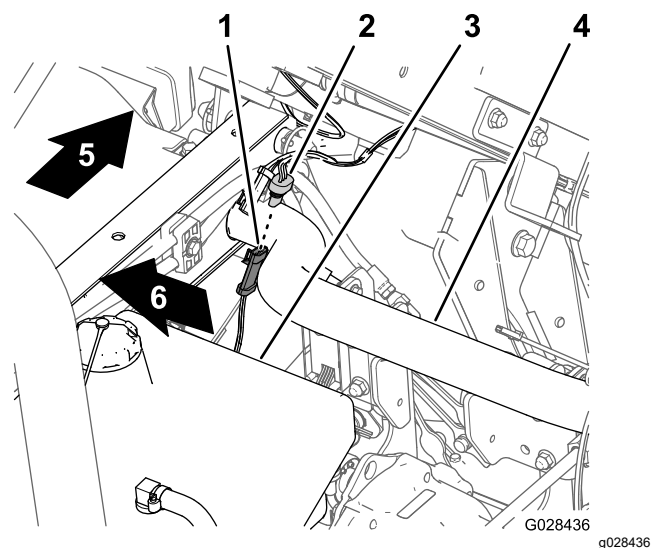

Figura 17
1. La cablajul pulverizatorului, localizai conectorul conector cu 3 mufe pentru circuitul senzorului de viteză (Figura 17).
2. Conectai conectorul cu 3 pini al cablajului mainii pentru senzorul de viteză la conectorul cu 3 mufe al cablajului pulverizatorului pentru senzorul de viteză (Figura 17).